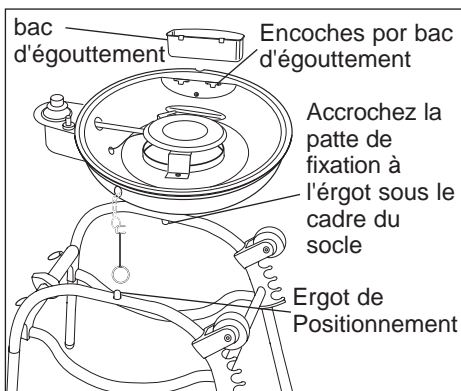

Figure 2
7. Après avoir lu le chapitre suivant concernant les différentes configurations du gril, placez le corps du gril sur son socle. Tel qu'illustré à la figure 2, accrochez la patte de fixation du gril sur l'ergot situé au-dessous du cadre, d'un côté du socle. Puis alignez le trou de positionnement du gril avec l'ergot situé au-dessus du cadre, sur le côté opposé.
Déposez le corps du grill sur le socle en accrochant la patte de fixation à l'ergot situé sous le cadre du socle. Alignez le trou de positionnement du grill avec l'ergot situé du côté opposé sur le cadre du grill. Déposez la plaque de cuisson sur le corps du grill. **INSTALLEZ LE BAC D'ÉGOUTTEMENT SUR LES ENCOCHES PRÉVUES À CET EFFET.** (Voir Figure 2 à la section « Avant la première utilisation »). Connectez la bouteille de gaz. Pour plus de détails, voir la section « Connexion de la bouteille de propane ». Le grill est prêt à fonctionner.